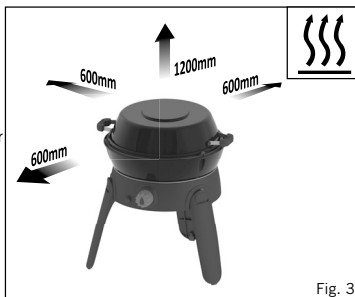

Fig. 3
- Dette apparat skal holdes væk fra brændbare materialer under brug. Minimum sikkerhedsafstande er: Over enheden 1,2 m. Bagved og ved siderne 600 mm. (Se fig. 3)